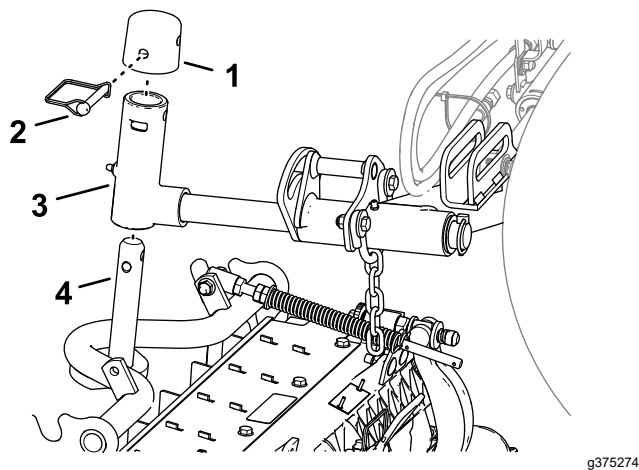

図 22
1. カッティングユニットを昇降アームの下に置く^{図 22}。